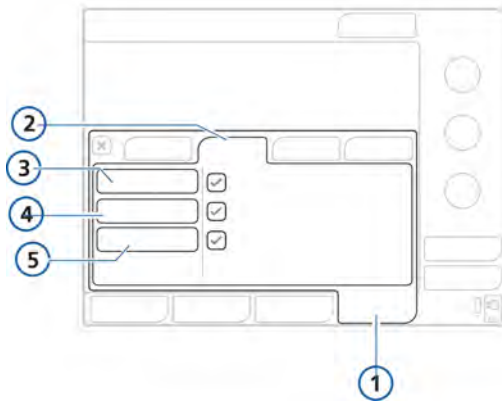

Figura 3-2. Ventana Prueb. calibr.
2. En la ventana **Prueb. calibr.**, active **Estanqueid.** (figura 3-2).
2. En la ventana **Prueb. calibr.**, active **Sensor flujo** (figura 3-2).